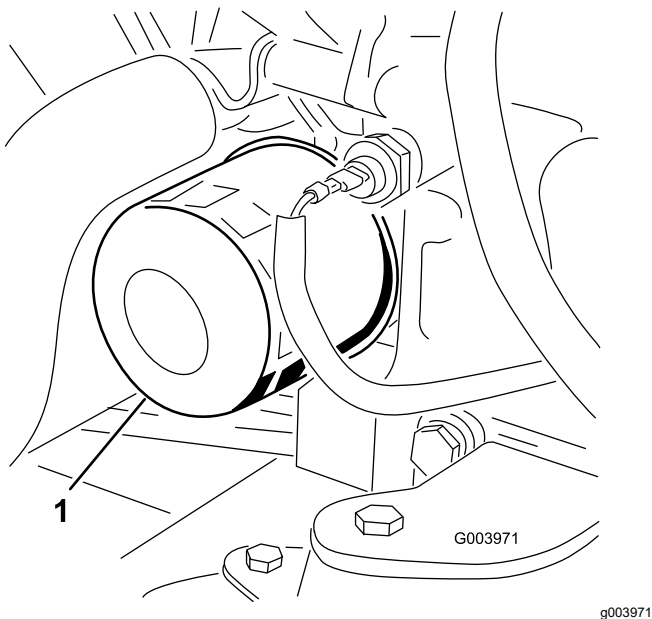

Figure 79
3. Déposez le filtre à huile (Figure 79).